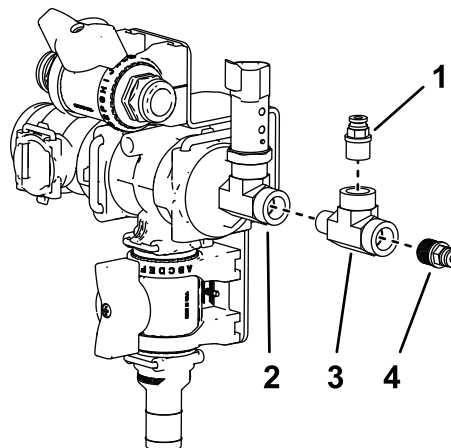

Figura 30
11. Demontai cuplajul existent de la fittingul în T de pe colectorul în T (Figura 30).
12. Aplicai agent de etanare PTFE pe filetele fittingului în T filetat inclus i conectai fittingul în T inclus la fittingul în T existent (Figura 30).
13. Aplicai agent de etanare PTFE pe filetele cuplajului inclus i conectai-l la partea superioară a fittingului în T nou instalat (Figura 30).
14. Aplicai agent de etanare PTFE pe filetele cuplajului demontat la pasul 11 i conectai-l la capătul fittingului în T nou instalat (Figura 30).